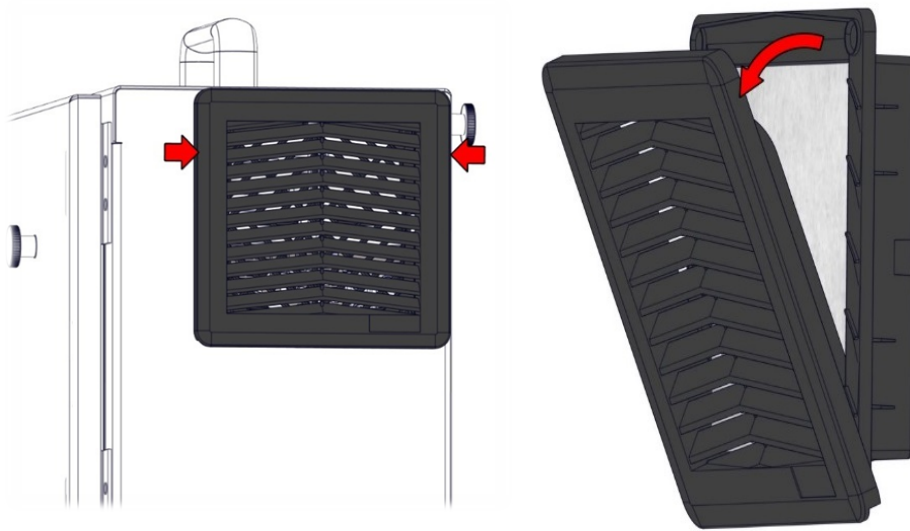

Figura 3.7. Înlocuiți filtrele casetei de comandă.
1. Îndepărtați ușor cadrul exterior din plastic, trăgând de zonele indicate de săgețile roșii din imaginile de mai jos, din figura 3.7. Cadrul este înclinat spre exterior.